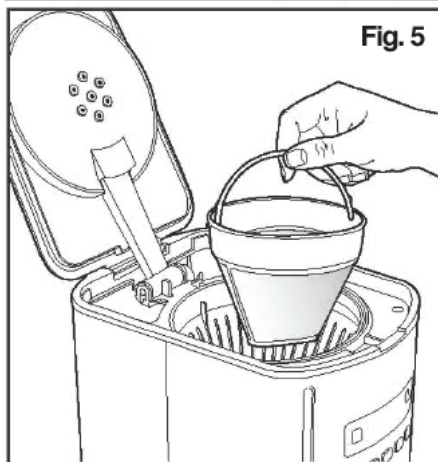

Fig. 5
3. Placez le filtre doré ou un filtre en papier conique de taille n° 4 dans le panier d'infusion (voir Fig. 5).